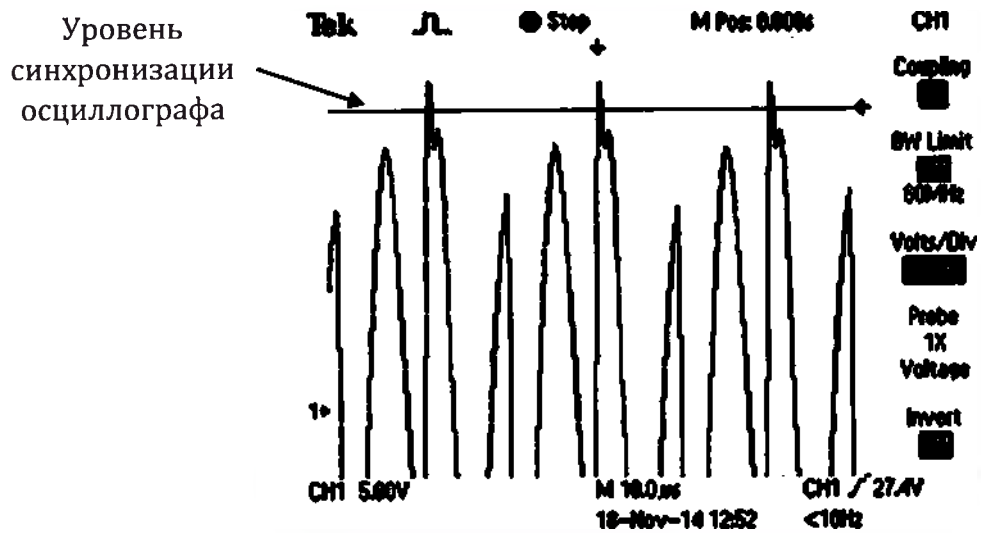

Рисунок 8.1 Определение частоты работы ультразвукового модуля
8.2.8. Перевести осциллограф в режим измерения, в настройках осциллографа значение шкалы (вольт на деление) установить таким образом, чтобы было видно значение частоты сигнала (рисунок 8.1).
8.2.9. Нажать на педаль ножную и установить значение ручки осциллографа "секунд на деление" такое, чтобы на экране помещалось около 5-10 периодов колебаний, затем значение уровня синхронизации установить на явно выделяющемся остром пике (рис. 8.1). После этого можно зафиксировать значение частоты ультразвуковых колебаний. В случае удержания педали более 30 секунд, произойдет включение звукового сигнала и автоматическое отключение подачи ультразвуковых колебаний на 60 секунд для исключения перегрева. После окончания звукового сигнала можно продолжить измерения.